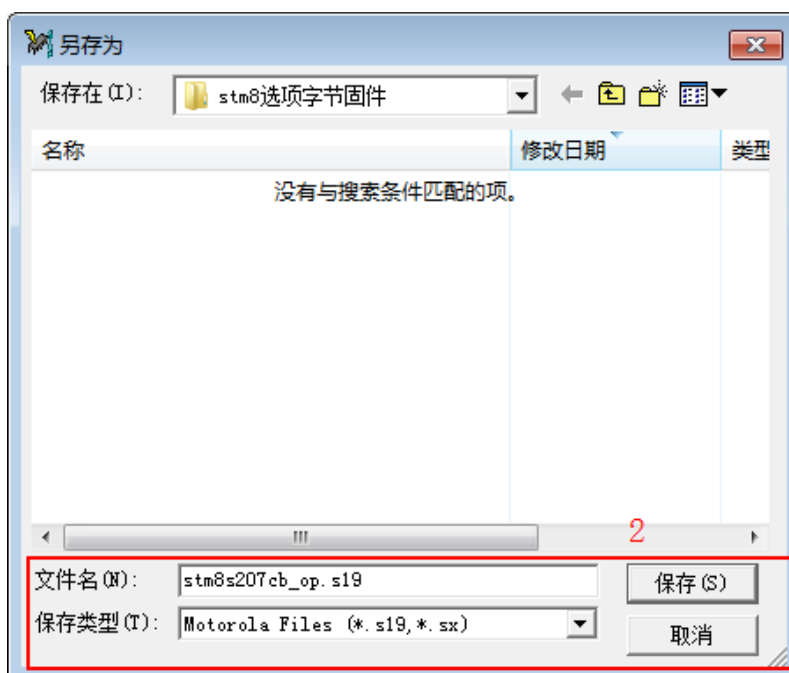

图 2.14-5 保存选项字节配置为.s19 后缀的文件
3、把此时通过 STVP 配置好的选项字节另存为一个.s19 后缀的文件，如图 2.14-5 所示。